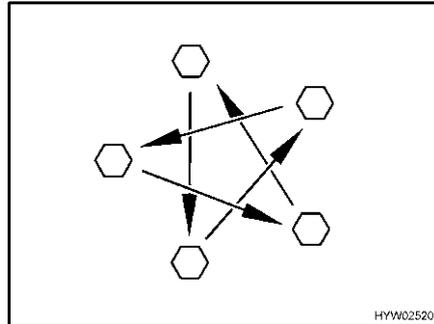

Bild 242 Radmuttern oder Radschrauben über Kreuz anziehen
- Radmuttern oder Radschrauben regelmäßig auf festen Sitz prüfen. Radmuttern oder Radschrauben eines ausgewechselten Rades nach 50 km über Kreuz nachziehen (Bild 242). Anziehdrehmoment siehe Abschnitt 13.5.2.
- ▷ Radmuttern oder Radschrauben über Kreuz anziehen (Bild 242).